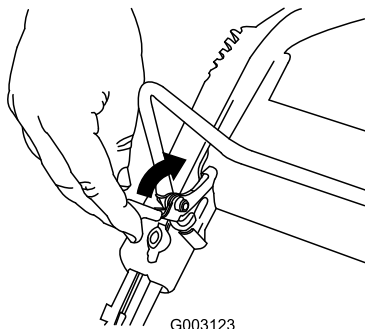

Figure 16
1. Tirez le verrou de la barre de commande en arrière (Figure 16).